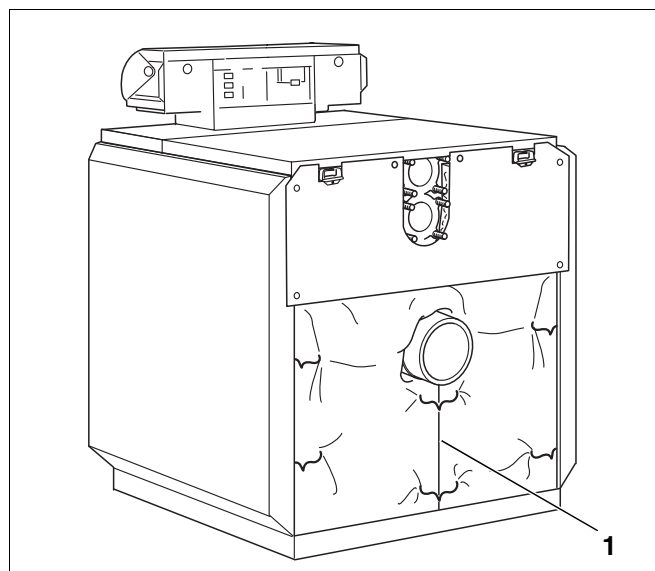

Fig. 55 Sammentrekking av bakelementets isolasjon
- Slå ned bakelementets isolasjon og trekk den sammen ved hjelp av spennfjæren under røykgasstussen (fig. 55, **pos. 1**).